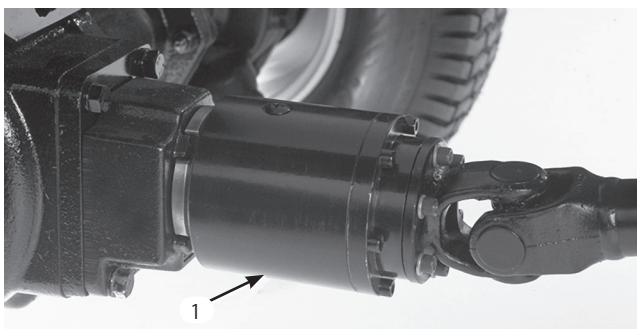

図64
3. 点検プラグが真下になるようにクラッチを回す (図64)。